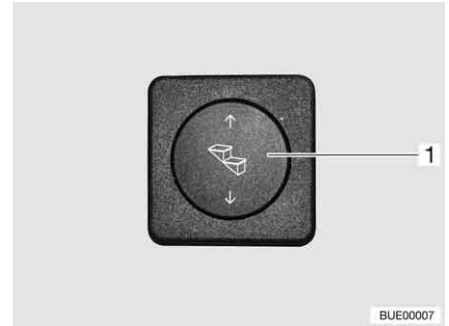

Fig. 11 Touche marche pied
- Appuyer sur le bas du bouton-poussoir basculant (Fig. 11, 1) et le maintenir pressé (pendant au moins 3 secondes) jusqu'à ce que le marche pied soit entièrement sorti.
- Appuyer sur le bouton-poussoir basculant (Fig. 11, 1) vers le haut jusqu'à ce que le marche pied soit entièrement ressorti.